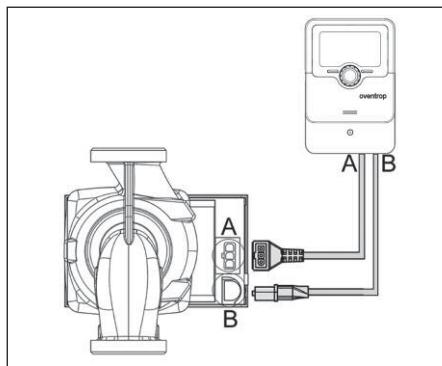

Fig. 6.3 Câble de raccordement du circulateur à haut rendement (exemple pour circulateurs Wilo)
- Diriger le câble du circulateur vers le bas et le raccorder au régulateur en respectant les instructions de montage du fabricant de l'installation solaire. Pour des circulateurs avec des fiches de raccordement voir fig. 6.3.